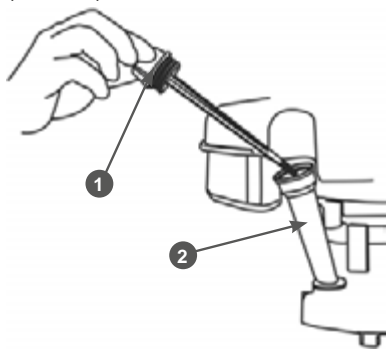

Рис. 12 Крышка-щуп маслозаливной горловины
2. Открутите крышку-щуп 1 маслозаливной горловины и извлеките щуп (Рис. 12).
2. Открутите крышку-щуп 1 маслосазливной горловины и извлеките щуп (Рис. 12).